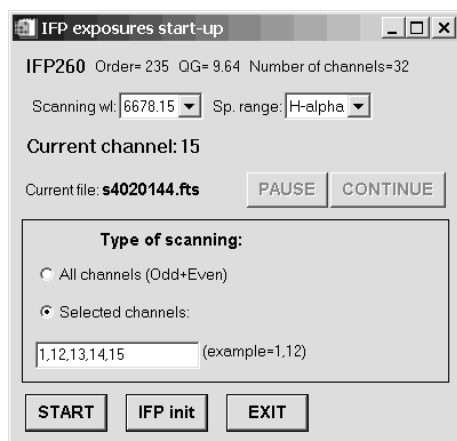

Рис. 26: Интерфейс управления сканирующим ИФП
2. Нажать "REMOTE IFP" в открывшемся меню (см рис. 26) установить требуемую длину волны сканирования (длина волны калибровочной линии, см. выше) и спектральный диапазон (то, что будет писаться в FITS-шапку: H_{β} , [OIII], H_{α} , [NII] или [SII]). Программа сама (в зависимости от названия установленного ИФП) выберет величину константы QG, порядок интерференции и число спектральных каналов (36 для IFP501 и 32 для IFP235).